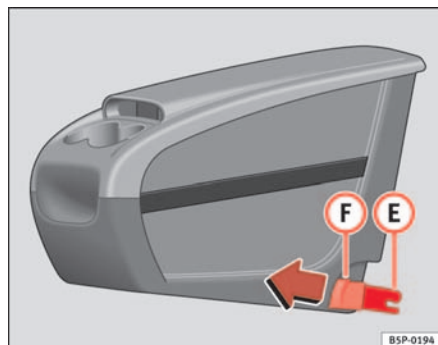
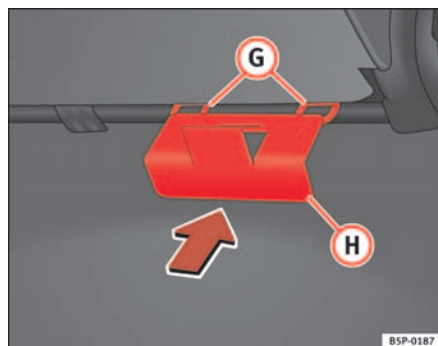

Fig. 109 Portaobjetos móvil. Montaje
Fig. 110 Placa de fijación del portaobjetos móvil
- Coloque desde el interior del vehículo, la placa de fijación **H** ⇒ fig. 110 del portaobjetos móvil, por la parte posterior del asiento. Debe estar situada entre el respaldo y el cojín, en la zona de la plaza central.
- Encare las dos piezas de fijación **E** ⇒ fig. 109, con las dos anillas de fijación **G** ⇒ fig. 110 y presione con fuerza hasta que las dos pinzas clipen totalmente con las anillas.
- Tire de cada uno de los botones ⇒ fig. 109 **F** de las pinzas (botones rojos) hacia delante, hasta oír que ha desclipado.